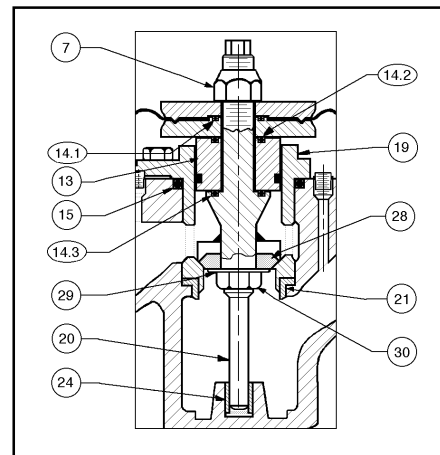

Abbildung 6: Gehäusegröße
- c. Größen 1/2" – 1" (DN15 – 25): Schrauben Sie die Sicherungsmutter der Membran (7) durch Drehen GEGEN DEN UHRZEIGERSINN ab. Größen 1-1/4" – 2" (DN32 – 50): Schrauben Sie die Kopfschraube der Membran (7) durch Drehen GEGEN DEN UHRZEIGERSINN ab.
- d. Entfernen Sie die Obere Membrandruckplatte (8).
- h. Entfernen Sie die Untere Membrandruckplatte (10).
- j. Nehmen Sie den Kegel (20) aus dem Schraubstock, drehen Sie ihn um 180 Grad und spannen Sie ihn unter Verwendung derselben in a. oben genannten Metallstäbe wieder in den Schraubstock ein.
- k. Lösen Sie die Sitzmutter (30) GEGEN DEN UHRZEIGERSINN (von oben gesehen) etwa zwei (2) Umdrehungen.
- l. Nehmen Sie die Baugruppe (20, 27, 28, 29, 30) aus dem Schraubstock. Entfernen Sie vollständig die Sitzscheibenmutter (30), die Unterlegscheibe der Sitzscheibe (29) und die Sitzscheibe (28).
2. Gehäusegrößen 2-1/2" – 4" (DN65 – 100). (Siehe Abbildung 6):
- a. Spannen Sie die Sitzscheibenmutter (30) in einen Schraubstock mit vertikal ausgerichtetem Kegel (20). Spannen Sie die Mutter (30) im Schraubstock nicht zu fest ein.
- b. Setzen Sie den Sechskantsteckschlüssel auf die Sicherungsmutter der Membran (7). Stecken Sie den Steckschlüssel auf die 3/4" Sechskantoberseite des Kegels (20). Lösen Sie die Sicherungsmutter der Membran (7) bei gleichzeitigem Sichern des Kegels (20) gegen Drehen durch den Steckschlüssel. Entfernen Sie die Sicherungsmutter der Membran (7) nachdem Sie sie vollständig gelöst und den Steckschlüssel entfernt haben.
- c. Entfernen Sie die obere Membrandruckplatte (8).